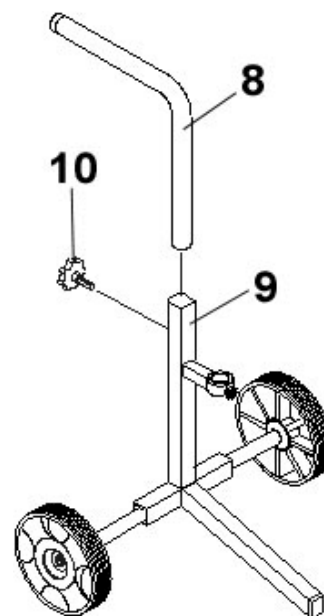

Fig. 17
- 6 Inserire l'asta **8** (Fig.17) superiore del telaio sul telaio **9** e bloccarla in base all'altezza desiderata con l'apposita vite **10**.